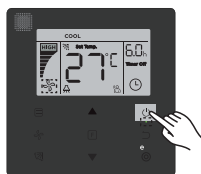

Рис. 14.13
1) Нажмите кнопку (ВКЛ / ВЫКЛ), индикатор работы на проводном пульте загорится, в то время как значок ВКЛ / ВЫКЛ внутреннего блока на дисплее будет вращаться, показывая, что внутренний блок работает (см. рис. 14.13)